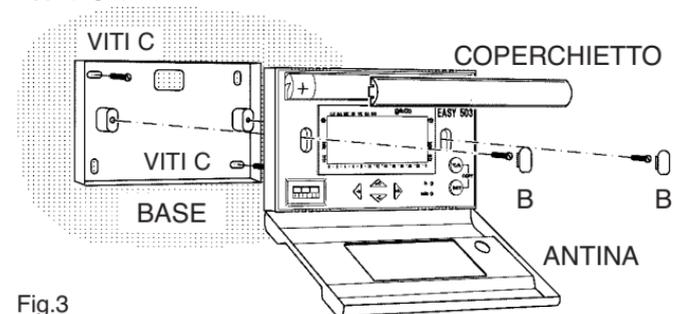

Fig.3
Completare l'installazione coprendo la sede delle viti con gli appositi tappi (Fig.3).
**EASY 503** va alimentato con due comuni pile Alcaline stilo da 1,5Volt che ne garantiscono il funzionamento per almeno due anni. Per l'inserimento delle pile abbassare l'antina, sollevare il coperchio (Fig.3) prendendo sui lati più corti dello stesso, e posizionare le pile facendo attenzione alla polarità indicata all'interno del vano.